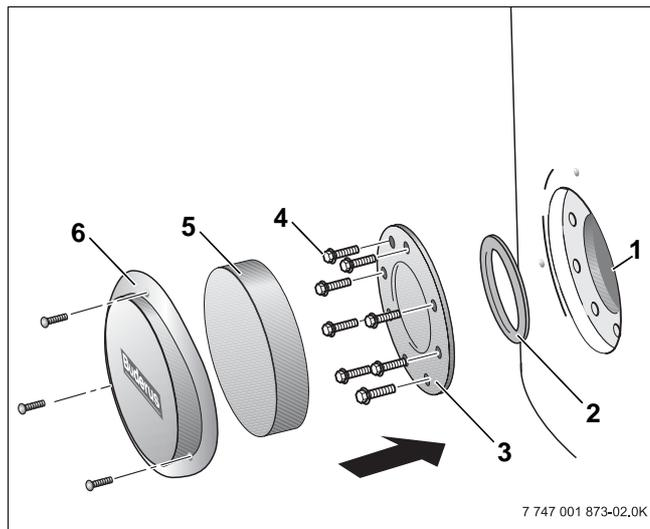

fig. 13 Montar a abertura de limpeza
- Recomendamos que, após a limpeza, se utilize uma nova vedação para a tampa do orifício de inspeção (fig. 13, **pos. 2**), de modo a evitar pontos com fugas no acumulador de água quente sanitária.
- Montar novamente a tampa do orifício de inspeção (fig. 13, **pos. 3**) com vedação (fig. 13, **pos. 2**).
- Enroscar os parafusos sextavados (fig. 13, **pos. 4**) manualmente na tampa do orifício de inspeção.
- Em seguida, apertar os parafusos sextavados (fig. 13, **pos. 4**) com uma chave dinamométrica de 25 – 30 Nm.
- Colocar o elemento de isolamento térmico (fig. 13, **pos. 5**) e montar a cobertura da tampa do orifício de inspeção (fig. 13, **pos. 6**).